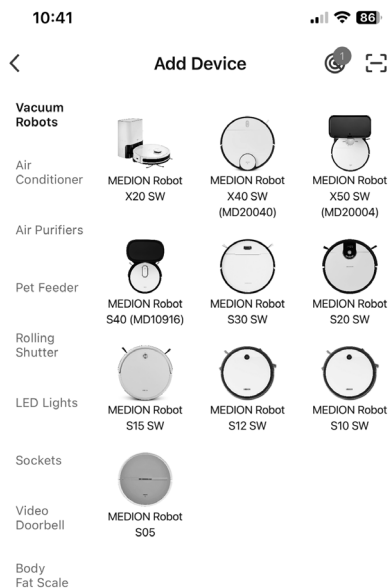

Fig. 2
- ▶ Sélectionnez le bon modèle **X40 SW** dans la liste d'aperçu. (voir fig. 2).